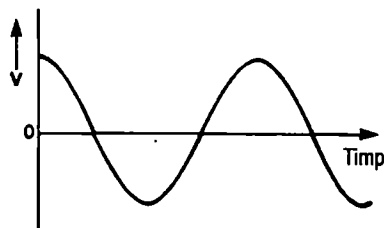

Figura Q.1
- 1 Numărul de cicluri prezentate în figura Q.1 este: